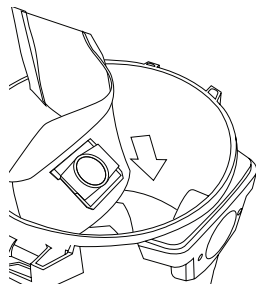

Fig. 14
22. Faites glisser le déflecteur avec le sac filtrant **17** fixé dans le guide de déflecteur. **Fig. 14.**